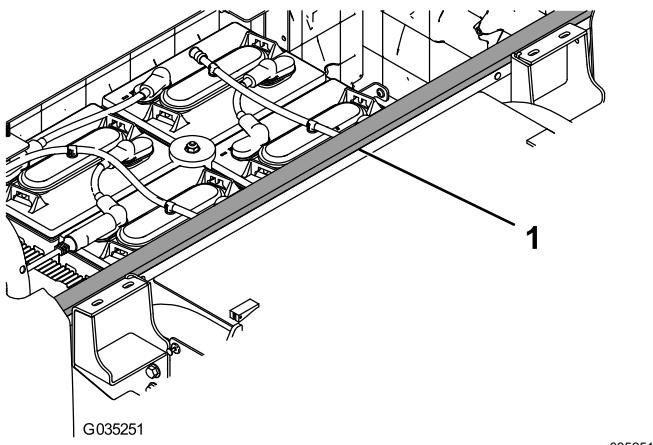

Figure 8
- Retirez la pellicule protectrice au dos du joint en mousse et collez le joint sur la machine, comme montré à la Figure 8.